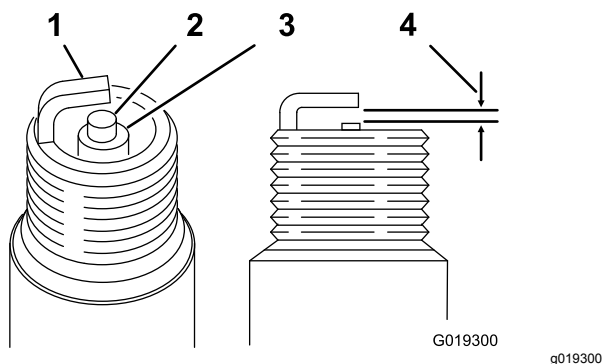

Figura 34
Distancia entre electrodos: 0,70 a 0,80 mm; consulte Figura 34
3. Ajuste la distancia entre electrodos a 0,70–0,80 mm (Figura 34)